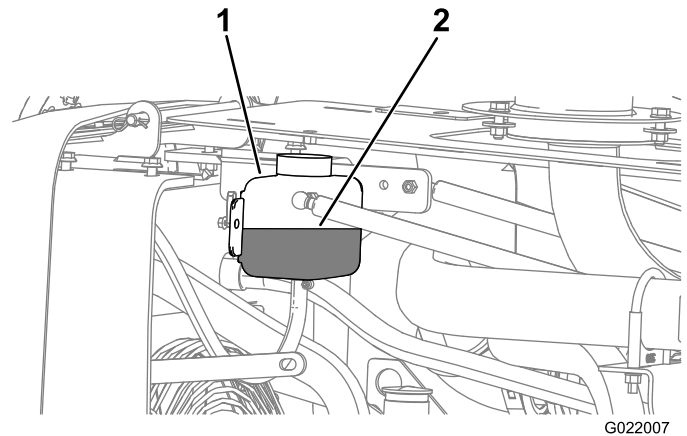
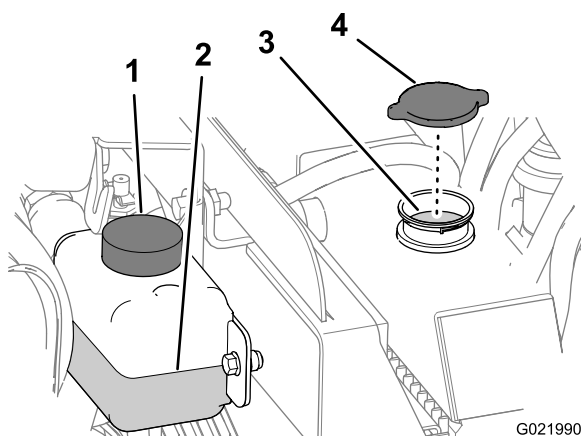

Figura 136
Figura 137
4. Compruebe el nivel de refrigerante del depósito (Figura 136).
4. Retire el tapón del radiador del cuello de llenado del radiador y compruebe el nivel de refrigerante (Figura 136 y Figura 137).
5. Si el nivel de refrigerante es bajo, añada refrigerante hasta que el nivel llegue al borde inferior del cuello de llenado (Figura 137).
6. Instale el tapón de llenado del radiador, asegurándose de que quede bien cerrado (Figura 137).
4. Retire el tapón del radiador (Figura 137).
4. Instale el tapón del radiador (Figura 137).
2. Retire el tapón del radiador (Figura 137).